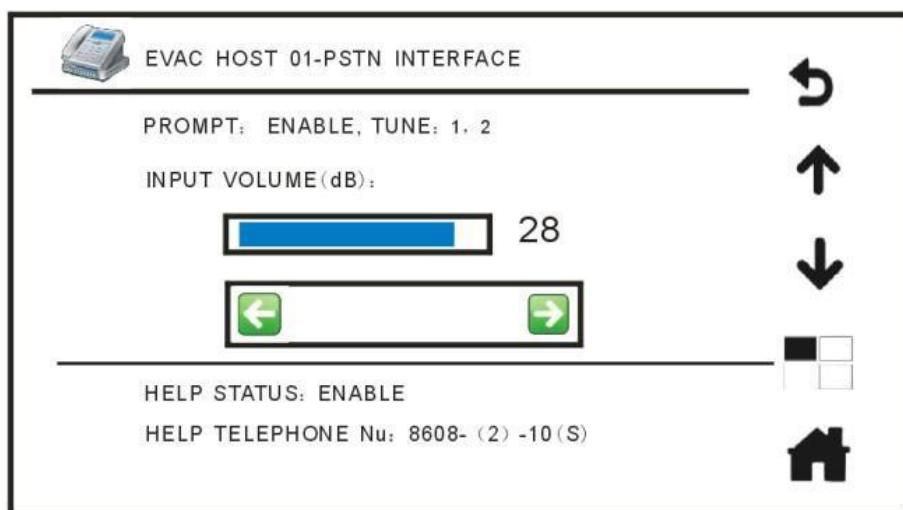

Рис. 4.29. Меню телефонного интерфейса
5. При нажатии кнопки **PSTN INTERFACE** (телефонный интерфейс) в окне меню **SETTINGS** (системные настройки), вы оказываетесь в подменю телефонного интерфейса. В этом окне можно увидеть состояние настроек, отрегулировать громкость входного аудиосигнала от телефона, посмотреть настройки режимов звонка по телефону экстренной помощи. Вид окна представлен на Рис. 4.29.